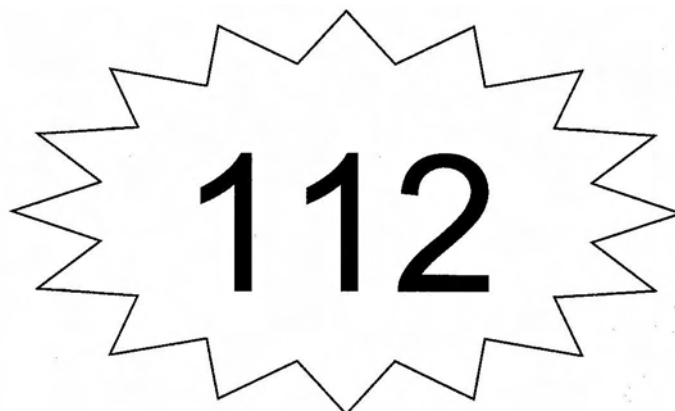

FIG. 08
- Conviene utilizar teléfonos móviles, radiotransmisores, etc. para llamar y avisar al 112. **FIG. 08**